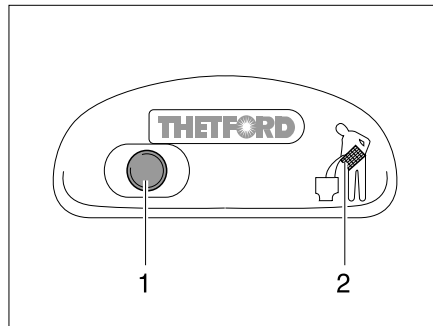
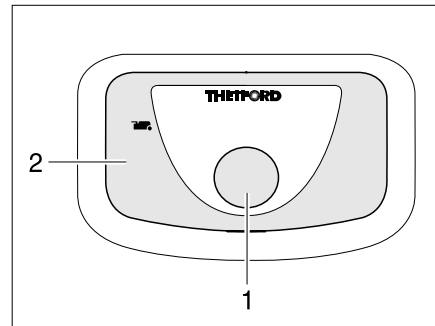

Bild 163 Spülknopf/Kontroll-Leuchte Thetford-Toilette
Bild 164 Spülknopf/Kontroll-Leuchte Thetford-Toilette (Alternative)
- Zum Spülen den blauen Spülknopf (Bild 163,1 bzw. Bild 164,1) drücken.
Die Kontroll-Leuchte (Bild 163,2 bzw. Bild 164,2) leuchtet, wenn die Thetford-Kassette entleert werden muss.